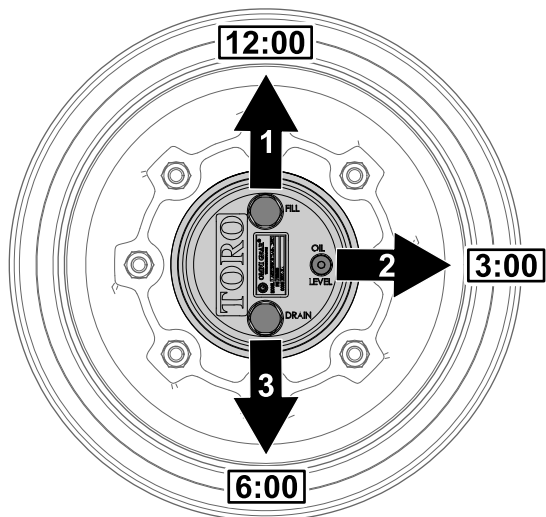

図 99
1. 水平な床面で、補給プラグが時計の 12 時の位置、点検プラグが 3 時、ドレンプラグが 6 時の位置を指すように駐車する 図 99。
2. 3 時の位置にある点検プラグを外す 図 99。
1. 水平な床面で、補給プラグが時計の 12 時の位置、点検プラグが 3 時、ドレンプラグが 6 時の位置を指すように駐車する 図 99 プラネタリギアオイルの点検 \(ページ 65\)を参照。